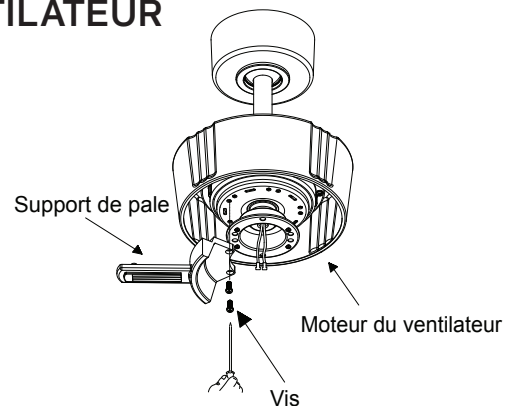

Fig. 16
**Étape 1.** Fixez les pales sur le moteur du ventilateur en serrant la vis de support de pale sur le moteur du ventilateur. (Fig. 16)